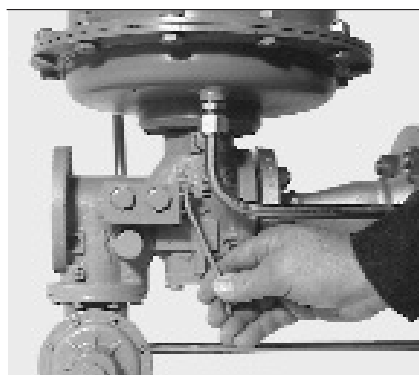

Рис. 4
- 1 Выравнивание давления путем открытия обводного клапана (рис. 4).